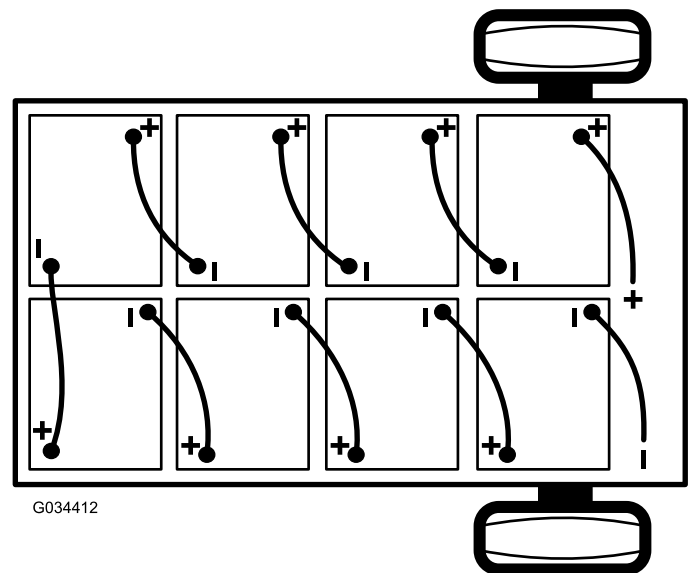

Figura 39
2. Desconecte el cable negativo principal (negro) de las baterías que conecta el banco de baterías a la conexión de tierra de la máquina (Figura 39).
3. Desconecte el cable positivo principal de la batería (rojo) que conecta el banco de baterías al contactor principal de la máquina (Figura 39).
Nota: Preste atención a la polaridad de las baterías al instalar las baterías nuevas (Figura 39).
6. Conecte las baterías entre sí como se muestra en Figura 39 con los cables de interconexión de las baterías que retiró en el paso 1.
2. Conecte el cable positivo principal de las baterías (rojo) entre el banco de baterías y la máquina (Figura 39).
3. Conecte el cable negativo principal de las baterías (negro) entre el banco de baterías y la máquina (Figura 39).